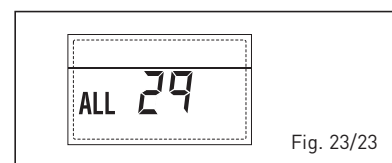

Fig. 23/23
- **ANOMALÍA SONDA DE RETORNO DE LA CALEFACCIÓN "AL 30" (fig. 23/24)**